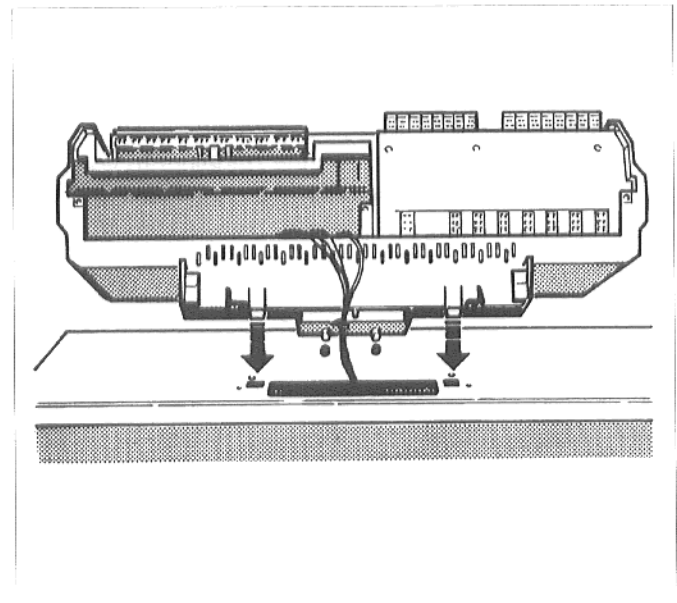

Abb. 15: Regelgerät aufsetzen
- Regelgerät auf die vordere Kesselhaube so aufsetzen, daß die Einschiebehaken auf der Unterseite des Regelgeräts vorne in die ovalen Bohrungen eingeführt werden (Abb. 15).
Kapillarrohre der Temperaturfühler und, bei "Ecomatic"-Regelung, die Kesselwassertemperaturfühlerleitung dabei durch die Öffnung in der vorderen Kesselhaube stecken (Abb. 15).
- Regelgerät nach vorne ziehen und dabei herunterdrücken, bis die beiden elastischen Haken in den hinteren Bohrungen einrasten (Abb. 15).